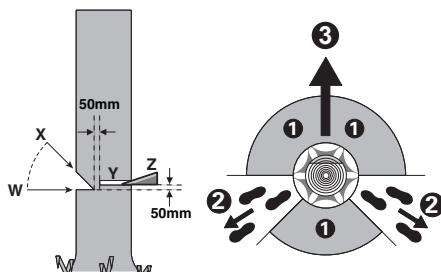

Abbildung 1
Vor dem Fällen sollte ein Fluchtweg geplant und wenn nötig freigemacht werden. Der Fluchtweg sollte nach hinten und diagonal zur Rückseite der erwarteten Falllinie erweitert werden, wie in Abbildung 1 dargestellt.
Setzen Sie einen Kerbschnitt, der ein Drittel des Stammdurchmessers ausmacht, im rechten Winkel zur Fallrichtung, wie in Abbildung 1 dargestellt. Zuerst den unteren waagrechten Kerbschnitt durchführen (W). Dadurch wird das Einklemmen der Sägekette oder der Führungsschiene beim Setzen
Setzen Sie den Fällschnitt 50 mm höher als den waagerechten Kerbschnitt (Y), wie in Abbildung 1 dargestellt. Den Fällschnitt parallel zum waagerechten Kerbschnitt ausführen. Den Fällschnitt nur so tief einsägen, dass noch ein Steg (Fällleiste) stehen bleibt, der als Scharnier wirken kann. Der Steg verhindert, dass sich der Baum dreht und in die falsche Richtung fällt. Sägen Sie den Steg nicht durch.
Bei Annäherung des Fällschnitts an den Steg sollte der Baum zu fallen beginnen. Wenn sich zeigt, dass der Baum möglicherweise nicht in die gewünschte Richtung fällt oder sich zurück neigt und die Sägekette festklemmt, den Fällschnitt unterbrechen und zur Öffnung des Schnitts und zum Umlegen des Baumes in die gewünschte Falllinie Keile aus Holz, Kunststoff oder Aluminium verwenden (Z) (③). Wenn der Baum zu fallen beginnt, die Kettensäge aus dem Schnitt entfernen, ausschalten, ablegen und den Gefahrenbereich über den geplanten Fluchtweg verlassen (②). Auf herunterfallende Äste achten und nicht stolpern. (Siehe Abb. 1)